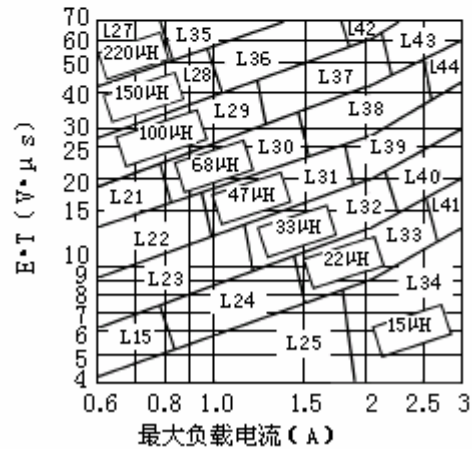

图7. HYM2596-ADJ
- 2) 用前面的公式中所得的 $E \cdot T$ 值, 从图 7 的纵坐标上找一个相匹配的电感序号。
4) 由图 7，34 ($V \cdot \mu s$) 的水平线和 3A 的垂直线的交叉处所确定的电感为 47 μH ，电感代号为 L39。